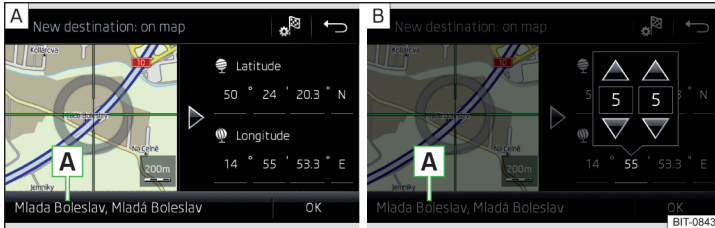

Abb. 213 Ziel eingeben: über den Kartenpunkt / mithilfe von GPS-Koordinaten
- Durch Bildschirmberührung das gewünschte Ziel in das Fadenkreuz verschieben » Abb. 213 - A.
- Die Werte der GPS-Koordinate nacheinander antippen und einstellen » Abb. 213 - B.
Sind in den Navigationsdaten des Infotainments Informationen zum eingegebenen Punkt verfügbar, dann werden diese statt der GPS-Koordinaten angezeigt (bspw. Adresse **A** » Abb. 213).